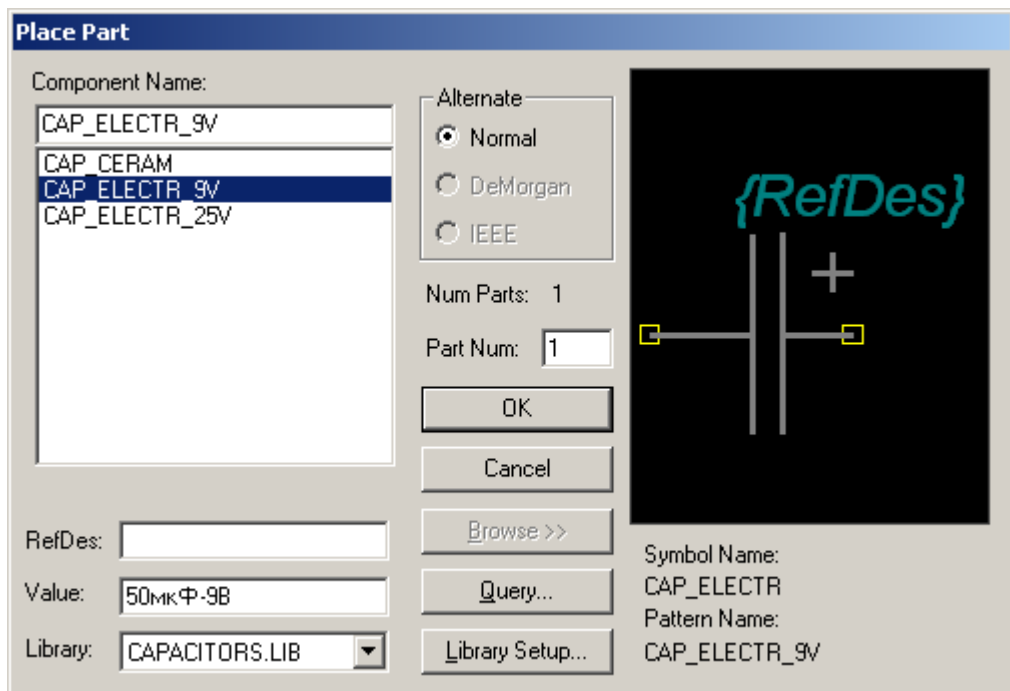

Рис. 13 Выбор из библиотеки электролитического конденсатора
- 7.9 В поле **Value** впишите значение **50мкФ-9В** (рис. 13).